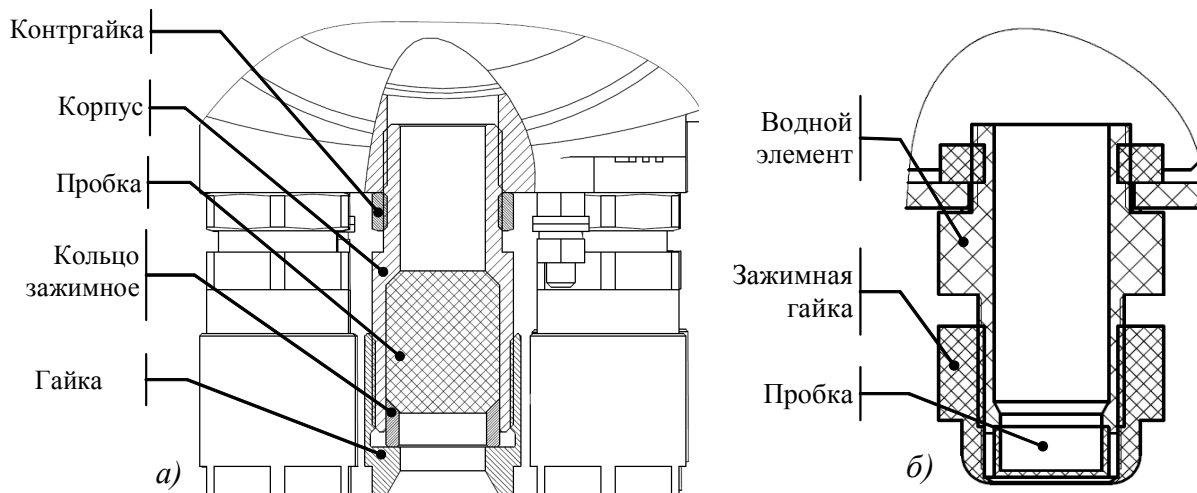

Рисунок 4 – Кабельный ввод: а – взрывозащищенный, б – общепромышленный
в) отвинтите гайку кабельного ввода и извлеките кольцо зажимное и пробку из кабельного ввода (рисунок 4);
- в) отвинтите гайку кабельного ввода и извлеките кольцо зажимное и пробку из кабельного ввода (рисунок 4а);
в) отвинтите гайку кабельного ввода и извлеките кольцо зажимное и пробку из кабельного ввода (рисунок 4а);
в) отвинтите зажимную гайку кабельного ввода и извлеките пробку из кабельного ввода (рисунок 4б);